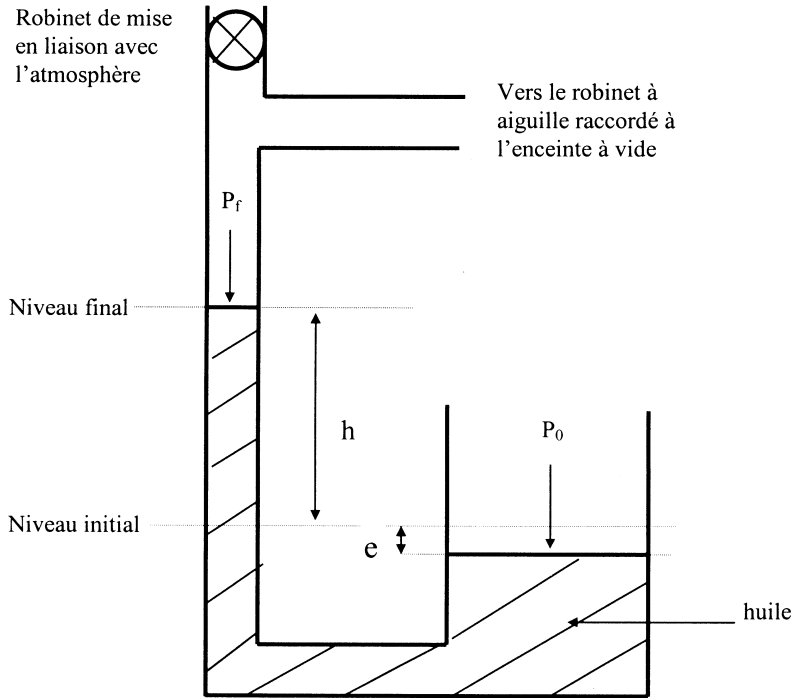

Figure 3. Schéma du débitmètre
On suppose dans cette partie que l'on dispose d'une pompe actionnée par un moteur, qui assure une cadence de pompage constante ($dq/dt = \text{constante}$) ; il en résulte un débit moyen constant. Pour mesurer le volume de gaz pompé à une pression donnée, on dispose d'un débitmètre (figure 3) qui est directement raccordé à l'enceinte. La base du débitmètre est un tube en U contenant de l'huile ; une de ses branches est un réservoir directement ouvert sur l'atmosphère, l'autre est un tube calibré. A sa partie supérieure, le tube calibré est surmonté de deux conduits : l'un peut être relié à la pression atmosphérique au travers d'un robinet à deux positions (ouvert ou fermé), l'autre est relié à l'enceinte au travers d'un robinet à aiguille qui permet de régler le débit avec une grande précision. Selon l'ouverture de ce robinet à aiguille, le débit d'air admis dans l'enceinte, est plus ou moins important mais constant. Lorsque ces deux robinets sont ouverts, au bout d'un certain temps, il y a égalité entre le flux de molécules entrant dans l'enceinte et le flux extrait par le pompage, et dans l'enceinte (comme nous l'avons vu précédemment en B.13) la pression se stabilise à une certaine
- D.2. Indiquer la relation exacte entre P_f , P_0 , $h' = h + e$ (voir figure 3), g , accélération de la pesanteur et ρ , masse volumique de l'huile. Sachant que la valeur de h est toujours inférieure à 10 cm, y a-t-il lieu de tenir compte de la variation de pression de P_0 à P_f , si on désire faire des mesures à 2% près ?